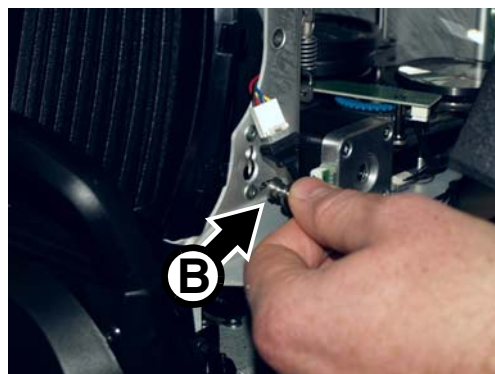

Figure 12: Accès à la tête
2. Voir Figure 12. Retirez les deux capots de la tête en dévissant les vis captives Torx 25 repérées **A** jusqu'à ce qu'elles tournent librement. Soulevez chaque capot par l'avant et glissez-les le long de la tête vers l'avant pour les libérer.
1. Voir Figure 12. Maintenez un capot près de la tête et installez le clip de rétention **B** sur le châssis en le pressant contre le bord du trou de fixation. Glissez-le en place jusqu'à ce qu'il soit correctement fixé.